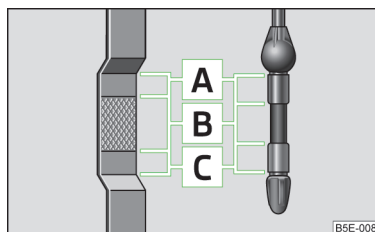

Fig. 177
La jauge d'huile indique le niveau d'huile moteur » fig. 177.
- Le niveau ne doit jamais dépasser le niveau **A** » fig. 177 - risque d'endommagement du système d'échappement !